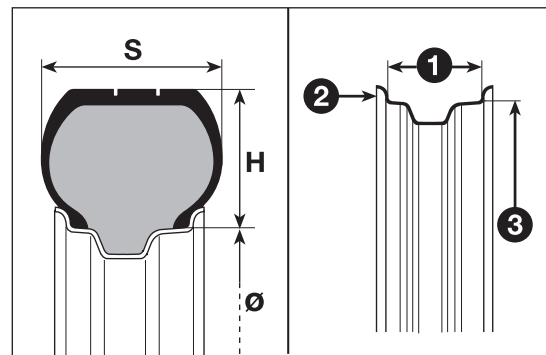

fig. 151
Ejemplo fig. 151: 185/55 R 15 82T
Índice de velocidad máxima**Q** hasta 160 km/h**R** hasta 170 km/h**S** hasta 180 km/h**T** hasta 190 km/h**U** hasta 200 km/h**H** hasta 210 km/h**V** hasta 240 km/h**Índice de velocidad máxima para neumáticos para nieve****QM + S** hasta 160 km/h**TM + S** hasta 190 km/h**HM + S** hasta 210 km/h**Índice de carga (capacidad)****70** = 335 kg**81** = 462 kg**71** = 345 kg**82** = 475 kg**72** = 355 kg**83** = 487 kg**73** = 365 kg**84** = 500 kg**74** = 375 kg**85** = 515 kg**75** = 387 kg**86** = 530 kg**Índice de carga (capacidad)****76** = 400 kg**87** = 545 kg**77** = 412 kg**88** = 560 kg**78** = 425 kg**89** = 580 kg**79** = 437 kg**90** = 600 kg**80** = 450 kg**91** = 615 kg**LECTURA CORRECTA DE LA LLANTA****Ejemplo fig. 151: 6 J x 15 H2****6** anchura de la llanta en pulgadas (1).**J** perfil del balcón (realce lateral donde apoya el talón del neumático) (2).**15** diámetro de ensamble en pulgadas (corresponde al del neumático que debe ser montado) (3 = Ø).**H2** forma y número de los “hump” (relieve de la circunferencia, que sujeta el talón del neumático Tubeless sobre la llanta).